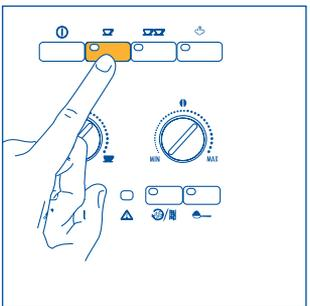
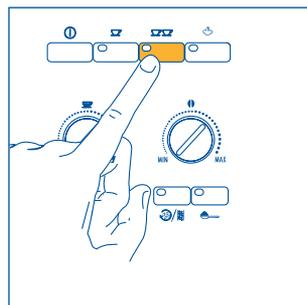
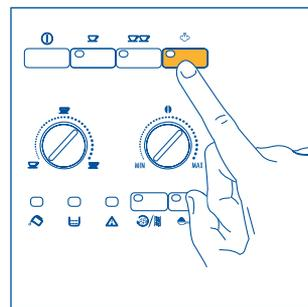
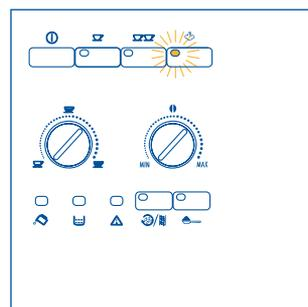

Рис. 12
Рис. 13
Рис. 21
Рис. 22
- 5) Нажмите кнопку , рис. 12, если вы готовите 1 кофе или кнопку , рис. 13, если готовите 2 чашки кофе. После этого кофеварка помелит зерна кофе, выполнит короткую подачу кофе, паузу и полностью выльет кофе в чашку. *После достижения требуемого количества кофеварка автоматически остановит подачу кофе и вытолкнет остатки кофе в кассету для кофейной гущи.*
**ПРИМЕЧАНИЕ 4:** в то время, когда кофеварка готовит кофе, выливание может быть остановлено в любой момент нажатием кнопки , рис. 12, или   рис. 13, нажатой ранее.
**ПРИМЕЧАНИЕ 5:** как только подача кофе закончится, если вы хотите увеличить количество кофе, достаточно удерживать кнопку , рис. 12 или   рис. 13, нажатую ранее до получения требуемого количества (эта операция может быть проведена только в том случае, если выполняется в течение 3 секунд после завершения выливания кофе из носиков).
- Нажмите кнопку подачи пара ☁, рис. 21. Индикатор ☁ рис. 22, начнет мигать, указывая, что кофеварка разогревается.
- После достижения требуемой температуры прервите подачу пара, повернув регулятор подачи пара по часовой стрелке до упора, рис. 6 и нажмите кнопку подачи пара ☁, рис. 21 для отключения пара.
**ПРИМЕЧАНИЕ 1:** сразу же после приготовления капуччино и после отключения функции пара ☁, рис. 21, если нажать кнопку ☁, рис. 12 или ☁☁, рис. 13 для приготовления новых порций кофе, кофеварка имеет слишком высокую температуру для приготовления кофе (зеленые индикаторы ☁ и ☁☁ мигают, указывая неподходящую температуру), необходимо подождать несколько минут, чтобы она немного остыла.